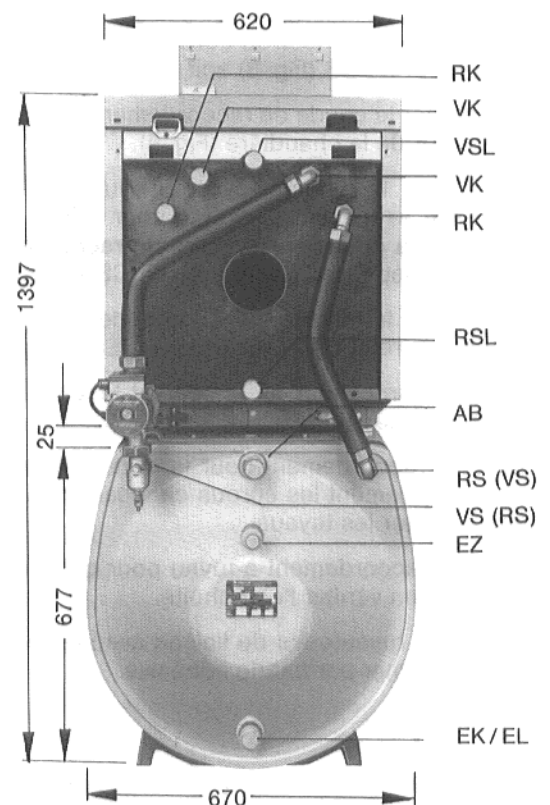

Fig. 1
3. Dimensions et raccords (Fig. 1)
Les raccords de fluide de chauffe au préparateur d'ECS peuvent être utilisés comme raccord départ ou retour (Fig. 1).